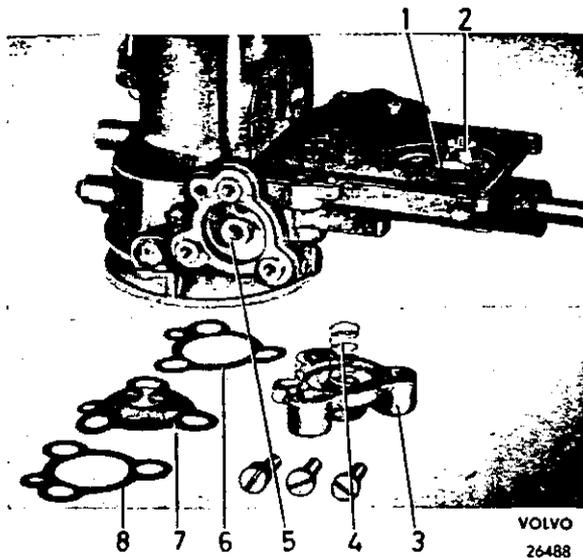

Abb. 72. Sparventil
6. Das Schwimmerventil und das Sparventil, Abb. 72, ausbauen. Die Kraftstoffregulierschraube herausschrauben.
2. Beachten, daß der Teller des Sparventils (7, Abb. 72) einwandfrei mit dessen Sitz (5) abschließt. Anderenfalls Ventilteller mit einem feinen Schleifmittel einlappen, jedoch alle Spuren der Läpppaste sorgfältig abwaschen, bevor das Ventil schließlich zusammengesetzt wird.